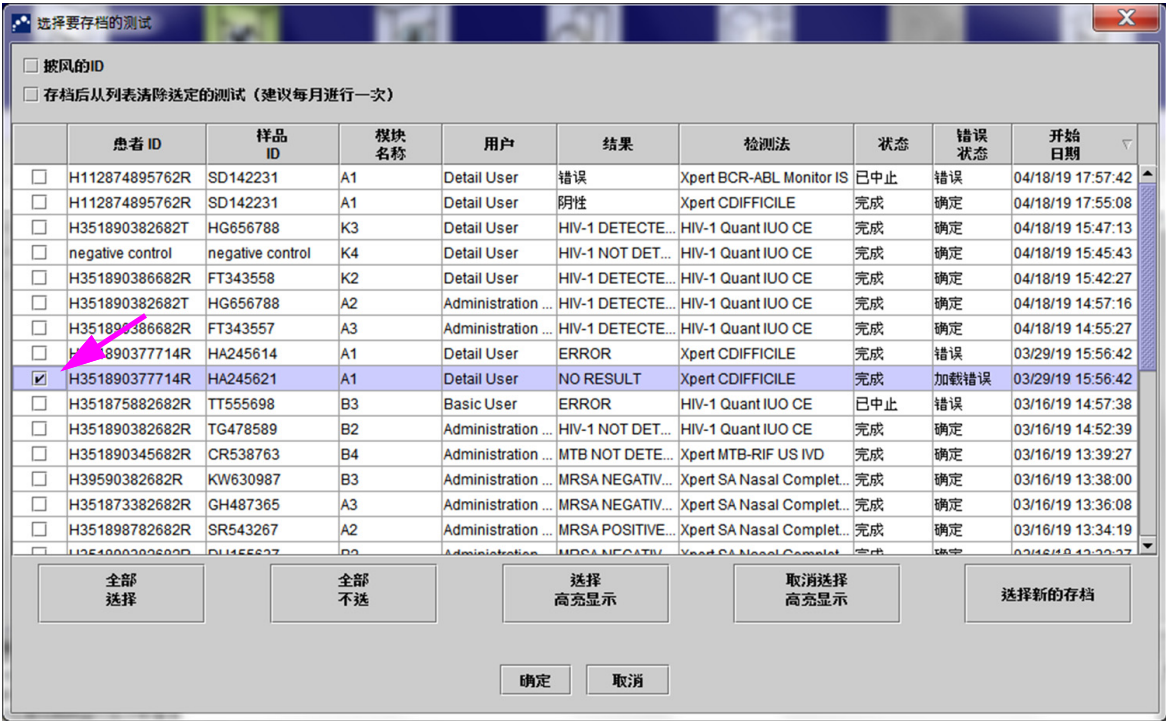

图 5-70. “选择要存档的测试”对话框
1. 在“GeneXpert Dx System”窗口中的**数据管理**菜单上，单击**存档测试**。此时会出现“选择要存档的测试”对话框。参见图 5-70。
2. 选择要存档的测试。单击要存档的每个测试附近的复选框。参见图 5-70。可逐一选择个别测试，或者通过单击“选择要存档的测试”屏幕底部的以下按钮之一，选择很多测试。
勾选“选选择要存档的测试”对话框左上角的**掩盖 ID**复选框时（参见图 5-70），关于样品 ID 和患者 ID 的所有信息都将被掩盖。